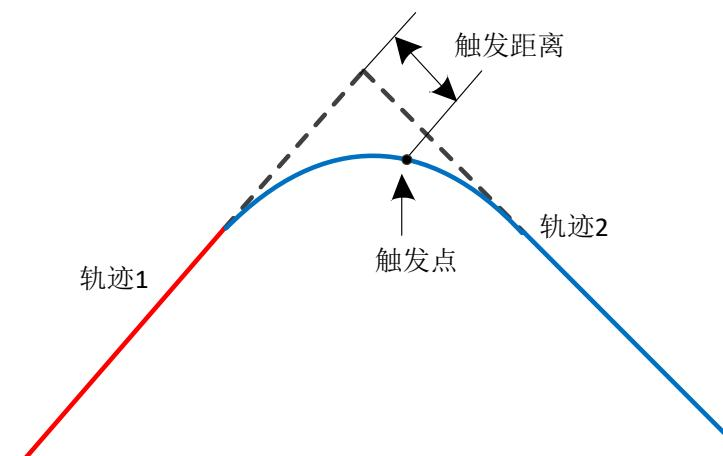

图 7-1 轨迹触发
- 在指定了平滑行为的情况下，平滑部分的轨迹将被认为属于后一条轨迹，所以如果希望在平滑轨迹过程中触发事件，需要在第 2 条轨迹前声明触发事件。轨迹路程仍会按照前一条轨迹未平滑时的目标点作为起点计算，如下图 7-1 所示。